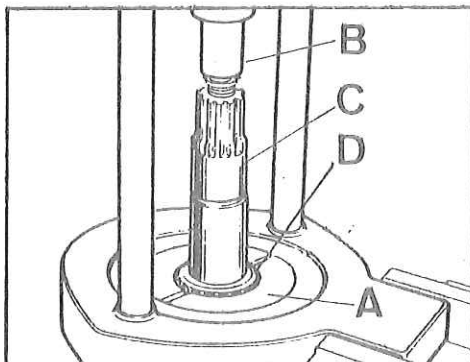

Fig. E-72 Desmontaje del cojinete de cabeza del piñón de ataque
- 1.7. Para el desmontaje del cojinete de cabeza, D, del piñón de ataque se utilizará el útil (191653) A, y la prensa de husillo (191647), B, (Fig. E-72).